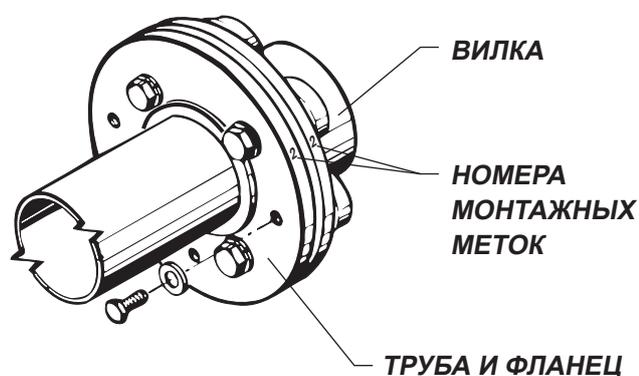

Рис. 3. Показан приводной вал серии 6Q
Приводные валы Marley состоят из двигателя, вилки Geareducer с обрезиненными втулками и сборки трубы и фланца. Приводные валы динамически сбалансированы. На трубу и фланцы вилки после балансировки наносятся монтажные метки. См. **рис. 3**. Во время установки не изменяйте положение или ориентацию компонентов, имеющих монтажные метки.
7. Установите на место сборку трубы и фланца приводного вала. Совместите монтажные номера на фланцах трубы с соответствующими номерами навилкахдвигателя и редуктора Geareducer. Вставьте крепежные болты $\frac{5}{8}$ дюйма или винты с головкой с обеих сторон приводного вала. По очереди затяните их до момента 68 Н м. См. **рис. 3 и 4**.